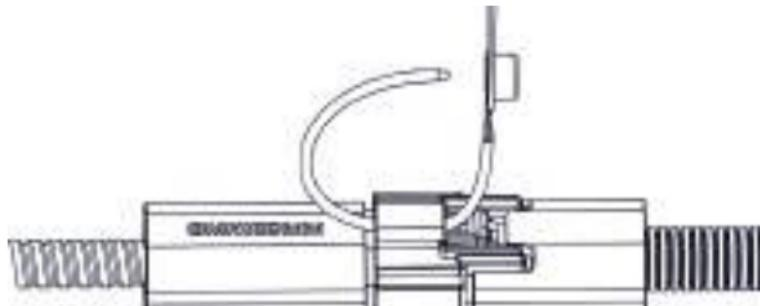

Figura 7. Montagem da flange de vedação
- Passar a peça de ligação da junta flexível através do orifício do corpo da articulação (Figura 7)